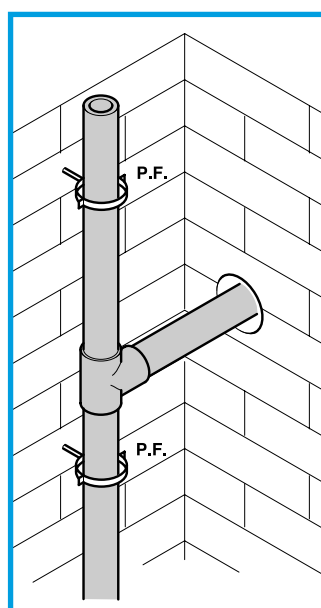

Figura 8 - Instalação livre
- Prever um furo de passagem na parede maior 50% do diâmetro externo do tubo (Figura 8).